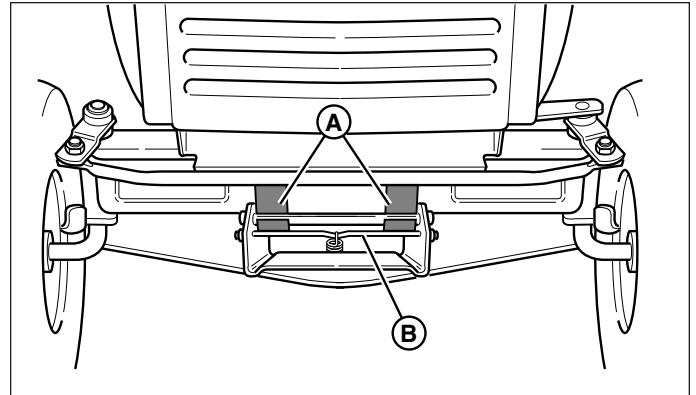

Figure 15. Attelage de la tondeuse
5. Diriger les roues tout droit. Tirer sur le levier à ressort (B, figure 15) et dégager l'attelage de la tondeuse du support d'attelage du tracteur (A).
2. Mettre la tondeuse en position de coupe la plus basse à l'aide du dispositif de réglage de hauteur de coupe. Glisser la tondeuse sous le côté droit du tracteur de façon à ce que l'attelage de la tondeuse s'aligne sur l'attelage avant du tracteur (A, figure 15).
3. Voir la figure 15. Braquer les roues droit vers l'avant. Tirer le levier à ressort (B) tout en soulevant l'attelage de la tondeuse. Installer l'attelage de la tondeuse sur les supports (A) de l'attelage du tracteur. Lorsqu'il est correctement installé, le levier à ressort doit être complètement en contact avec le dessous des supports.